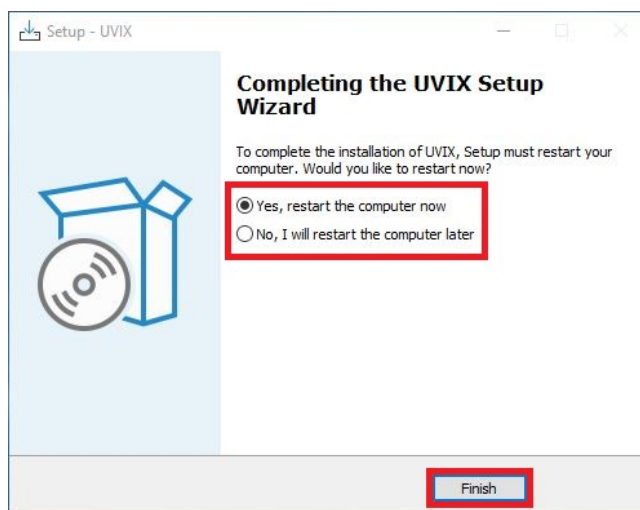

Figura 4.30: Opzioni di riavvio
20. Selezionare se si desidera riavviare immediatamente o in un secondo momento il PC e cliccare su "Finish", figura 4.30.